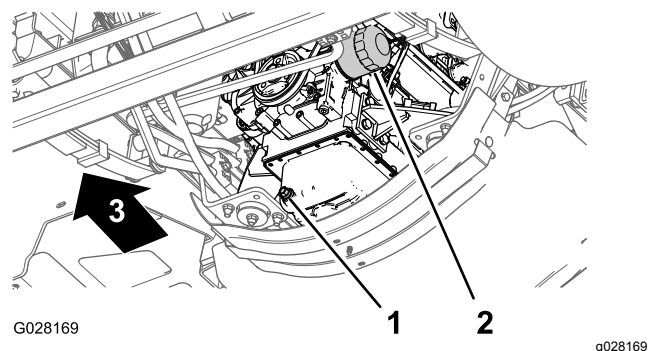

図 75
3. エンジンオイルフィルタの下にオイルを受ける容器をおく (図 75)。
4. 古いオイルフィルタ (図 75) を外す。
8. アダプタにフィルタを取り付け、ガスケットがアダプタに当たるまでフィルタを右に回し、そこから更に 1/2 回転増し締めする (図 75)。